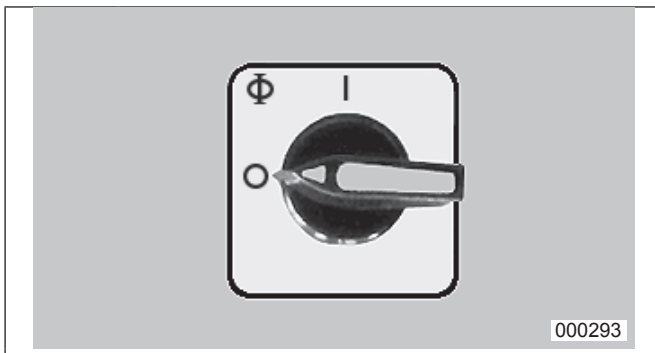
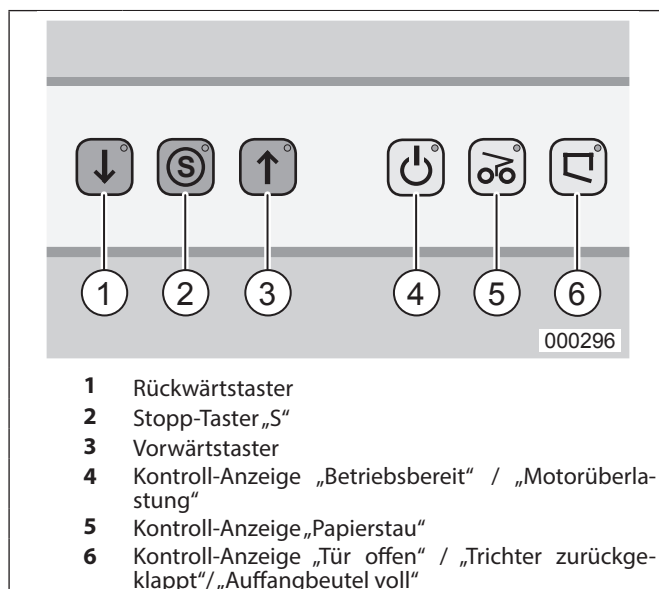

Abb. 2 Bedienungselement Hauptschalter (Not-Halt)
Abb. 3 Bedienungselemente Folie
1. Hauptschalter (Abb. 2) einschalten (Stellung „1“).
2. Vorwärtstaste (Abb. 3/3) betätigen. Das Schneidwerk läuft.
Leuchtet auf, wenn der Hauptschalter (Abb.2) eingeschaltet ist.
Blinkt auf, wenn der Motor überlastet worden ist. Die Maschine kann während der Abkühlphase des Motors nicht gestartet werden. Zusätzlich leuchtet das Lämpchen der Kontroll-Anzeige (Abb.3/6) auf.
Schalten Sie das Gerät am Hauptschalter (Abb.2) ein. Zum Zeichen der Betriebsbereitschaft leuchtet das Lämpchen der Kontroll-Anzeige „Betriebsbereit“ (Abb.3/4) sowie das der roten Stopp-Taste „S“ (Abb.3/2) auf.
2. Vorwärtstaste (Abb.3/3) betätigen.
3. Zum Ausschalten die rote Stopp-Taste (Abb.3/2) drücken.